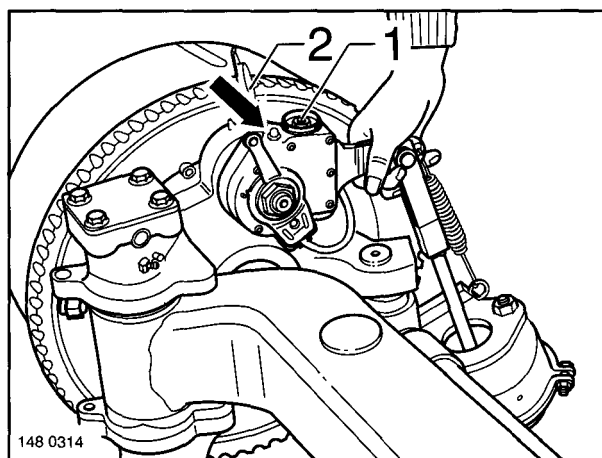

Fig. 15
Remove the rubber seal cap (Fig. 15/2). Turn back the adjustment screw (Fig. 15/1) by approx. 3/4 of a turn, using a ring spanner. With a lever length of 150 mm, there must be at least 45 mm slack. Actuate the brake lever several times by hand (Fig. 15). When this is done, automatic adjustment must take place smoothly. Engagement of the clutch coupling is audible and on the return stroke the adjustment screw turns a little in clockwise direction.
Grease the lubrication nipple with **ECO-Li 91** (Fig. 15/arrow), also see ④, page 3.2
Déposer le capuchon d'obturation en caoutchouc (figure 15/2). À l'aide d'une clé polygonale, desserrer la vis de réglage (figure 15/1) d'environ 3/4 de tour. Pour une longueur de levier de 150 mm, la course à vide doit être d'au moins 45 mm. Actionner plusieurs fois le levier de frein à la main, (figure 15): le réglage automatique doit s'effectuer facilement - on entend les dents s'encliqueter et lors du retour, la vis de réglage tourne légèrement, dans le sens des aiguilles d'une montre.
Garnir de graisse **ECO-LI 91** le graisseur (figure 15/flèche), voir aussi ④, page 3.2.
Gummi-Verschlusskappe (Fig. 15/2) entfernen. Stellschraube (Fig. 15/1) mit Ringschlüssel ca. eine 3/4 Umdrehung zurückdrehen. Es muß ein Leerweg von mind. 45 mm, bei Hebellänge 150 mm, vorhanden sein. Bremshebel mehrmals von Hand betätigen (Fig. 15). Dabei muß die automatische Nachstellung leichtgängig erfolgen - das Einrasten der Zahnkuppelung ist zu hören, und beim Rückhub dreht sich die Stellschraube etwas im Uhrzeigersinn.
Abschmieren mit **ECO-Li 91** am Schmiernippel (Fig. 15/Pfeil), siehe auch ④, Seite 3.2.